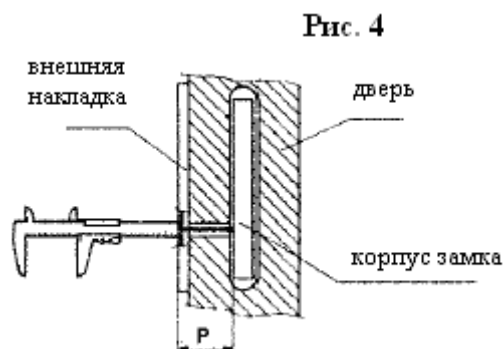

Рис. 4
- d) Приложите лицевую пластину к двери и проверьте расстояние  $P$  (от корпуса замка до наружной поверхности внешней накладки) – см. рис. 4